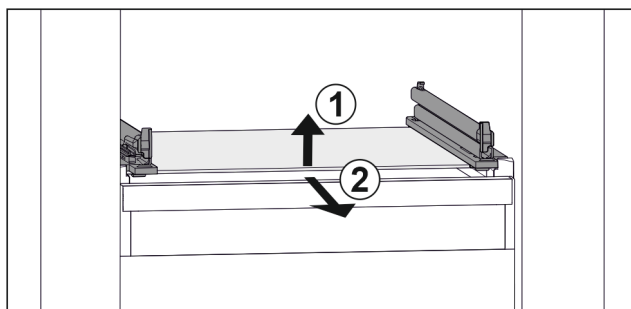

Fig. 53 Примерно изображение на стъклената плоча
- ▶ Повдигнете стъклената плоча отпред Fig. 53 (1)
- ▶ Извадете стъклената плоча напред Fig. 53 (2)